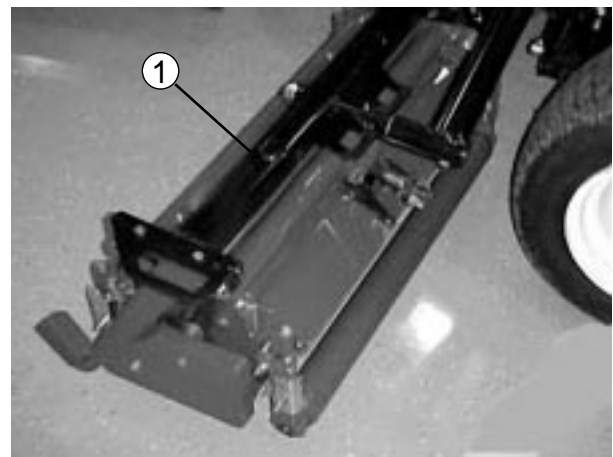
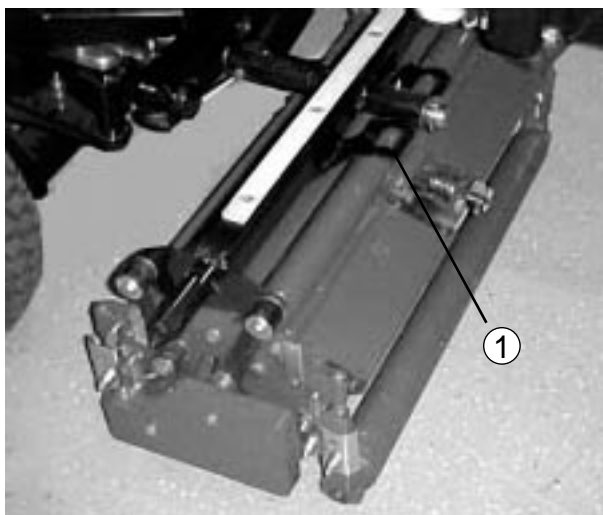
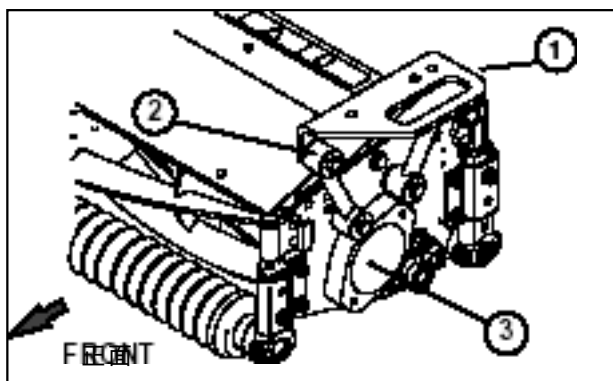

図16
図17
図18
2. 前キャリア・フレーム (図16) を各前カッティングユニットに載せ、取り付け穴を取り付けリンクに合わせる (図18)。
3. 後キャリア・フレーム（図17）を後カuttingユニットに載せ、取り付け穴を取り付けリンクに合わせる（図18）
4. キャップスクリュー（3/8-16×2-1/4）平ワッシャ2個、ロックナットを使用して、取り付けリンクとキャリア・フレームを連結する（図18）。リンク両側にワッシャを1枚ずつ使用し、4.3 kg.mにトルク締めする。
3. 残りのカuttingユニットについても、ベアリング・ハウジングに取り付けてある出荷用のプラグを取り外す（図18）。